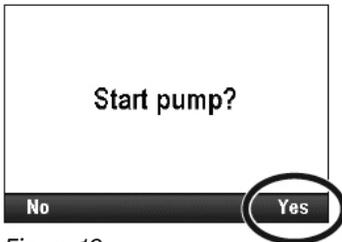

Figura 10:
2. Cuando aparezca el mensaje **¿Desea iniciar la bomba?**, presione **Sí**. Vea la figura 10.